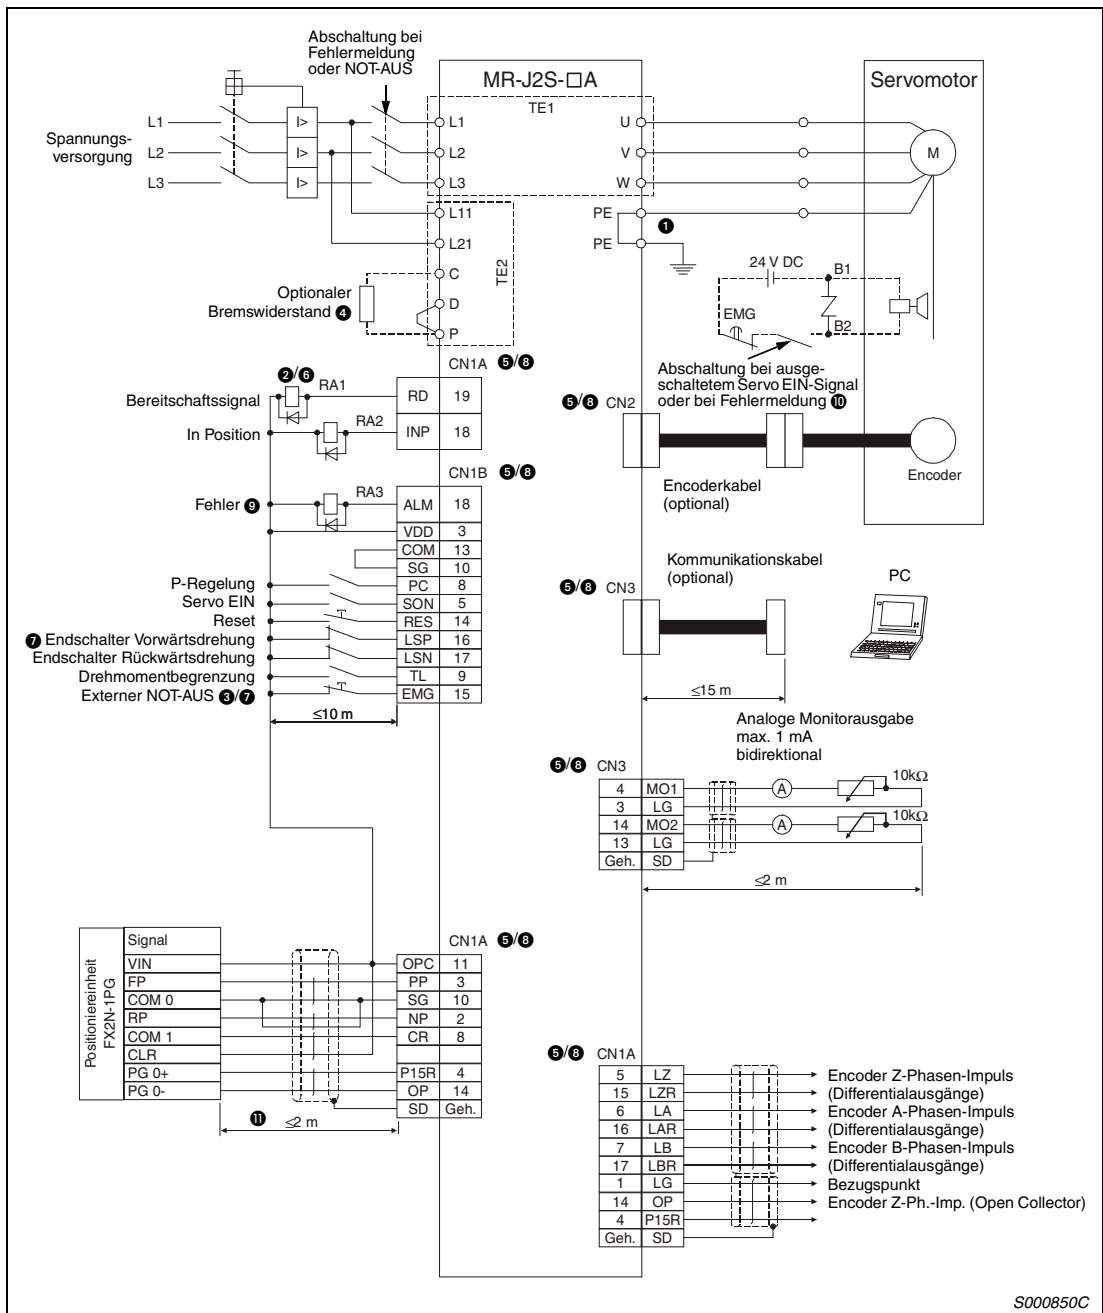
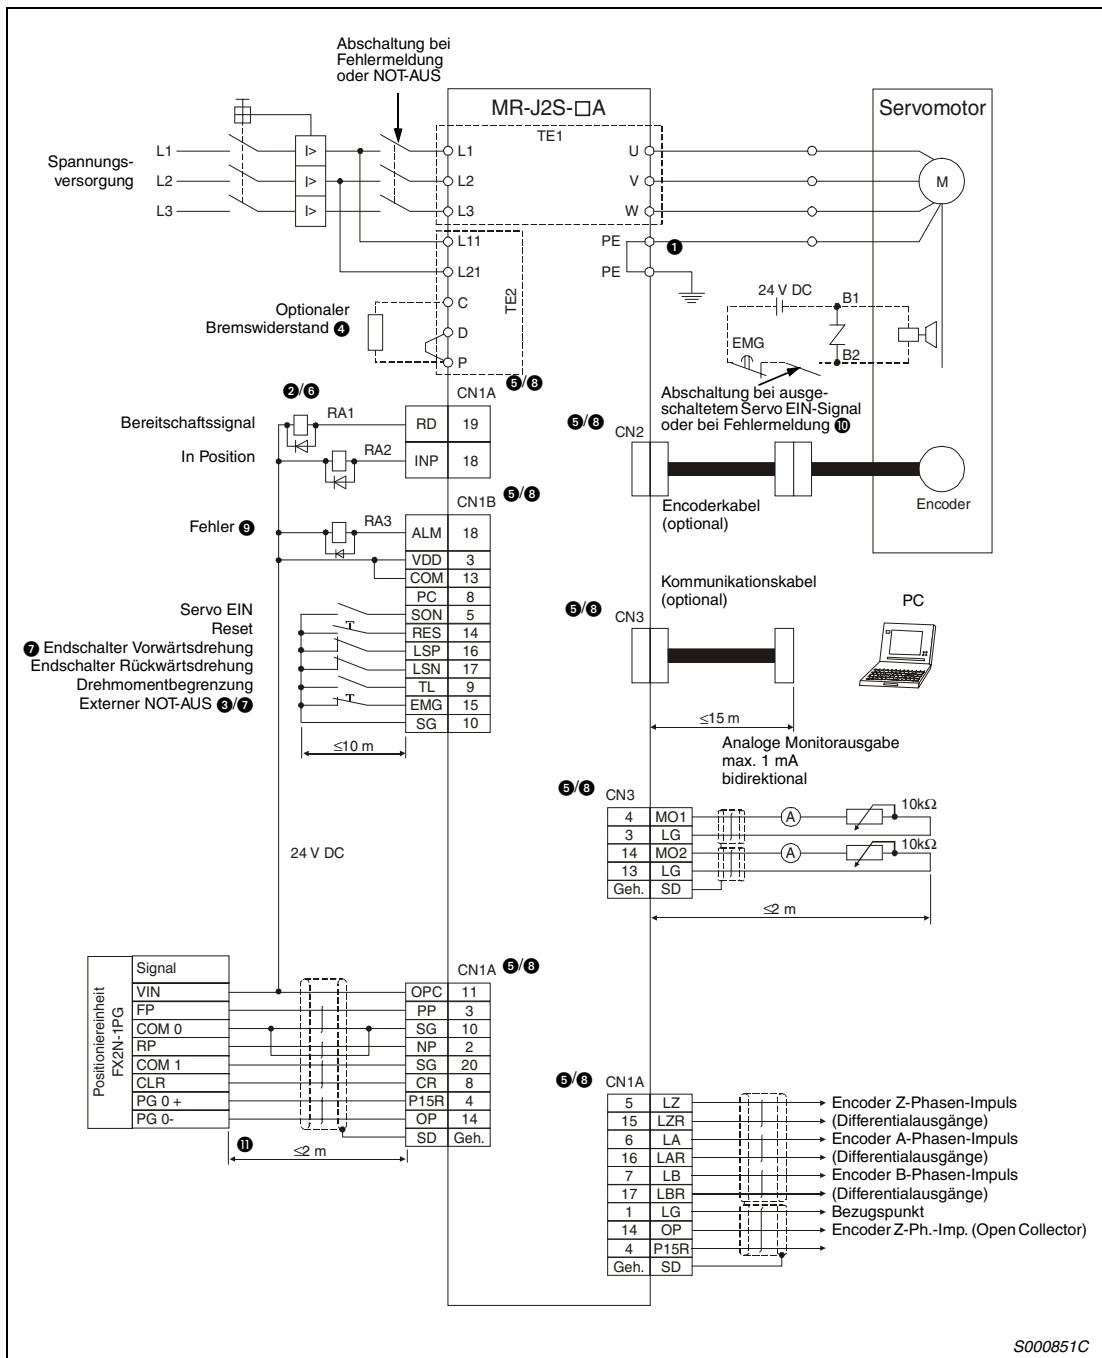

Abb. 3-33: Beispielschaltung zur Lageregelung mit positiver Eingangslogik/negativer Ausgangslogik
Abb. 3-34: Beispielschaltung zur Lageregelung mit negativer Logik
① **Achten Sie auf korrekte Erdung von Servomotor und Servoverstärker. Zur Vermeidung eines elektrischen Schlags müssen Sie die Schutzleiterklemme (PE) des Servoverstärkers, gekennzeichnet mit  $\perp$ , mit der Erdungsklemme des Schaltkastens verbinden.**
② **Achten Sie bei der Diode auf korrekten Anschluss. Ein verkehrter Anschluss der Diode führt zu fehlerhaftem Verhalten des Servoverstärkers und verhindert das Aus-senden von Signalen, die wichtige Schutzeinrichtungen wie NOT-AUS oder andere steuern.**
③ **Ein NOT-AUS-Schalter muss eingesetzt werden.**
**Hinweise zu Abb. 3-33 und Abb. 3-34**
- ④ Die gezeigte Beschaltung der Klemmen für den optionalen Bremswiderstand gilt ausschließ-lich für die Servoverstärker MR-J2S-350A oder kleiner. Eine genaue Beschreibung zur Beschaltung der Klemmen für andere Leistungsklassen finden Sie in Tab. 3-3.
- ⑤ Die Stecker CN1A, CN1B, CN2 und CN3 haben die gleiche Form. Eine falsche Belegung der Schnittstellen kann zum Kurzschluss und zur Zerstörung der Ein-/Ausgänge führen.
- ⑥ Der Summenstrom der externen Relais darf maximal 80 mA betragen. Übersteigt der Summenstrom diesen Wert, müssen Sie zusätzlich eine externe Spannungsversorgung vorsehen.
- ⑦ Vor der Betriebsaufnahme müssen das externe Notstoppsignal (EMG) und das Signal LSN/LSP eingeschaltet werden (Öffner).
- ⑧ Im Servoverstärker sind Pins mit gleichem Namen miteinander verbunden.
- ⑨ Das Fehlersignal (ALM) ist, solange kein Alarm auftritt, immer eingeschaltet (Sicherheits-schaltung). Wird das Signal bei einem Alarm ausgeschaltet, sollte die Sollwertausgabe der überlagerten Steuerung durch ein Unterprogramm gestoppt werden.
- ⑩ Gilt nur für Servomotoren mit elektromagnetischer Haltebremse.
- ⑪ Diese Länge bezieht sich auf die Ansteuerung des Befehsimpulsketteneingangs im Open-Collector-System. Bei Ansteuerung im Differenz-Leitungstreiber-System beträgt die Länge maximal 10 m.